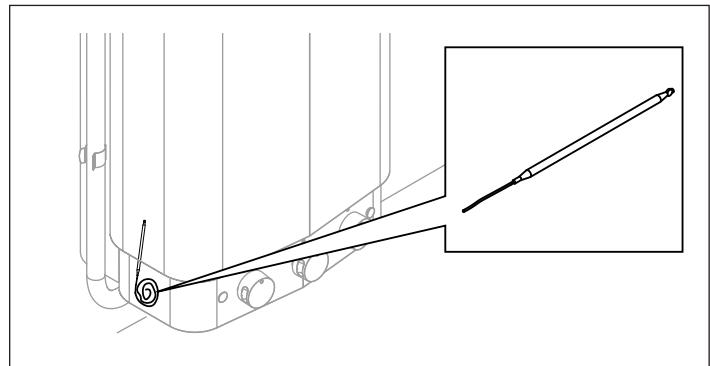
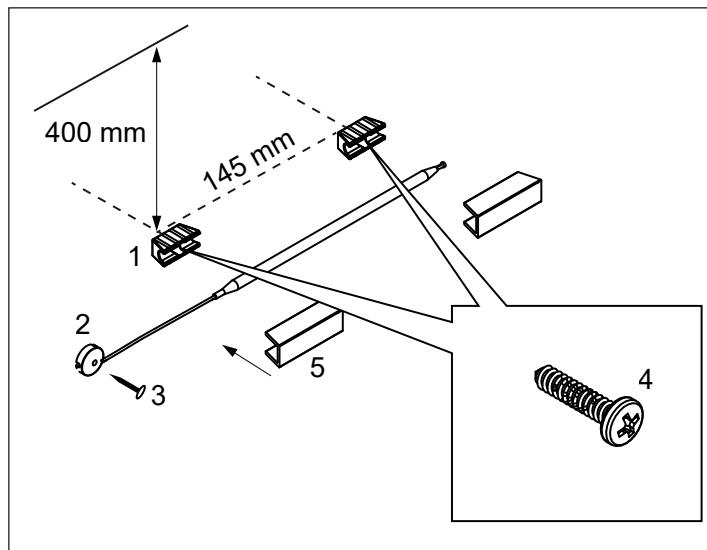

Рис. 18: Поиск датчика температуры
Рис. 16: Установка датчика температуры
Установите держатели датчиков температуры (см. (1) на рис. 16) на расстоянии 400 мм от потолка и 145 мм друг от друга с помощью двух комплектных винтов (4).
Установите датчик температуры (расположен сбоку нагревателя, см. рис. 18) и прикрепите защитные крышки. Зафиксируйте капиллярную трубку скобами (2) и паркетным гвоздем (3) (см. рис. 16).